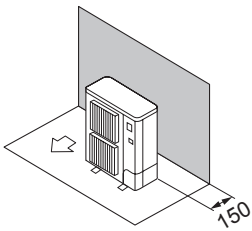

Fig. 2-7
- ① Obstáculos sólo en la parte trasera (Fig. 2-7)